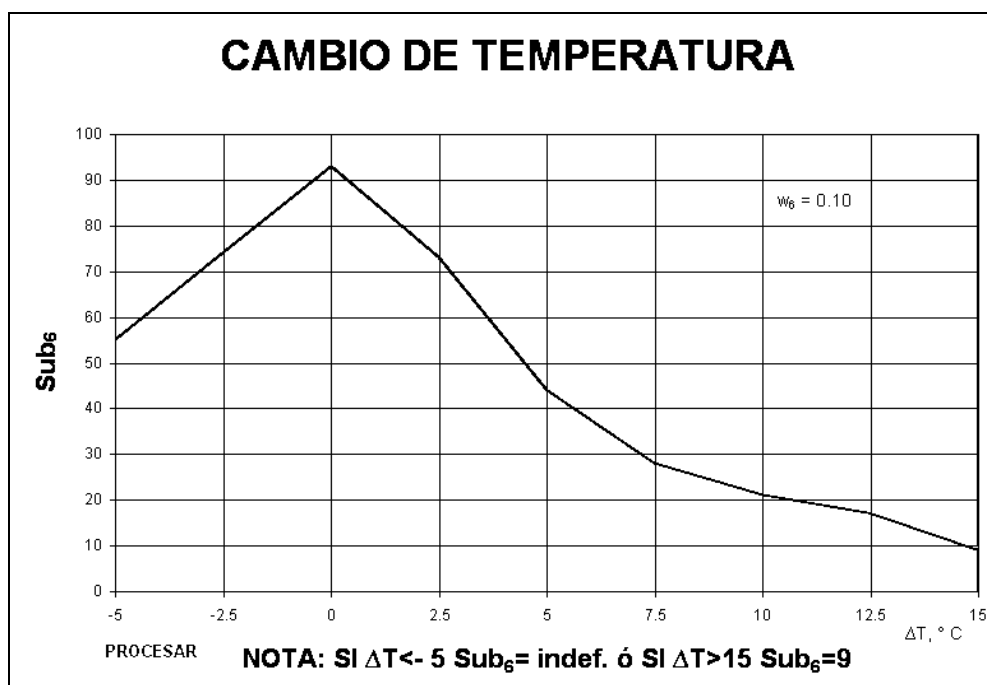

Figura 6 Valoración de la calidad de agua en función de la Temperatura
Para el parámetro de Temperatura (Sub₅) primero hay que calcular la diferencia entre la T° ambiente y la T° Muestra y con el valor obtenido proceder. Si el valor de esa diferencia es mayor de 15°C el (Sub₅) es igual a 9. Si el valor obtenido es menor de 15°C, buscar el valor en el eje de (X) en la **Figura 6** se procede a interpolar al valor en el eje de las (Y). El valor encontrado es el (Sub₆) de Temperatura y se procede a elevarlo al peso w_6 .